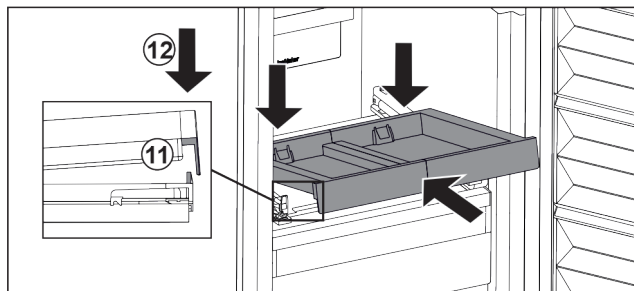

Fig. 198
- ▶ Šikmo zasuňte. Dbejte, aby byl na obou stranách doraz za západkou. Fig. 198 (11)
- ▶ Usadte vpředu vysouvací přihrádku. Fig. 198 (12)